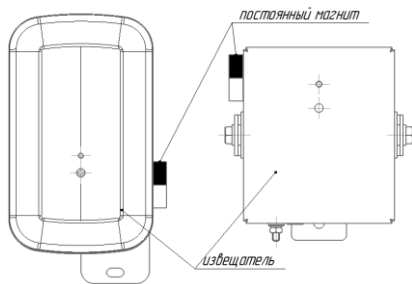

Рис. 4 – Место поднесения постоянного магнита для задания адреса извещателя
Командой «Программирование адреса устройства» можно задать адрес извещателя независимо от того, какой ему адрес присвоен на данный момент. Это может быть использовано в случае ошибочного назначения одинаковых адресов двум и более устройствам. Для этого с пульта или компьютера подать команду на программирование требуемого адреса. После чего в течение не более 5 минут к извещателю, который находится в дежурном режиме, поднести постоянный магнит к области (см. рисунок 4). При этом светоизлучатель извещателя переходит в режим непрерывного свечения. На пульте или компьютере отобразятся события о потере связи с устройством по старому адресу и о восстановлении связи с устройством по новому адресу. Если устройства имели одинаковый адрес, то сообщений о потере связи по старому адресу не будет.
2.5.4 Упрощённый контроль функционирования извещателя (без проверки оптической части) можно осуществить путём поднесения постоянного магнита к извещателю (см. рисунок 4). ПКУ «С2000М» или АРМ «Орион Про» должен выдать сообщение «Тест» или «Пожар», в зависимости от режима тестирования. Упрощённый контроль работает, начиная с «С2000-КДЛ» версии 2.15 и «С2000-КДЛ-2И» v.1.15.